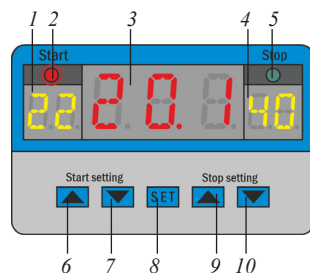

Рис. 1 – Элементы прибора. Работа в качестве терморегулятора
- 3.1. После включения питания прибор сразу перейдет в режим измерения. На индикаторе 3 (рис. 1) будет отображаться текущее значение температуры, на индикаторе 1 – значение уставки T1, на индикаторе 4 – значение уставки T2.
Реле температуры сработает сразу, как только значение измеряемой температуры опустится ниже уставки  $T1$ . Загорится красный индикатор 2 (рис. 1), замкнутся контакты реле, к которым подключается нагреватель. Реле выключится сразу, как только значение измеряемой температуры превысит уставку  $T2$ , контакты разомкнутся и загорится зеленый индикатор 5. Реле сработает снова, когда измеряемая температура станет меньше уставки  $T1$ .
Реле температуры сработает сразу, как только температура превысит уставку  $T1$ . Загорится красный индикатор 2 (рис. 1), замкнутся контакты реле, к которым подключается охлаждающее устройство, например вентилятор. Реле выключится сразу, как только значение измеряемой температуры опустится ниже уставки  $T2$ , контакты разомкнутся и загорится зеленый индикатор 5. Реле сработает снова, когда измеряемая температура поднимется выше уставки  $T1$ .